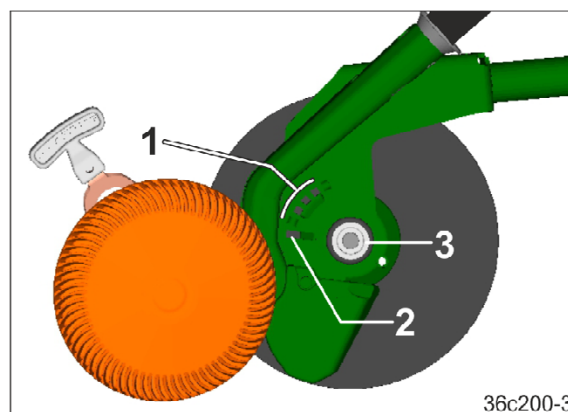

图 172
1. 将操纵杆绕过锁定装置 (图 172/1) 卡入长孔 (图 172/2) 中。
2. 将犁刀盘推入长孔 (图 172/2)，直至犁刀盘从锁扣 (图 172/3) 上脱开为止。